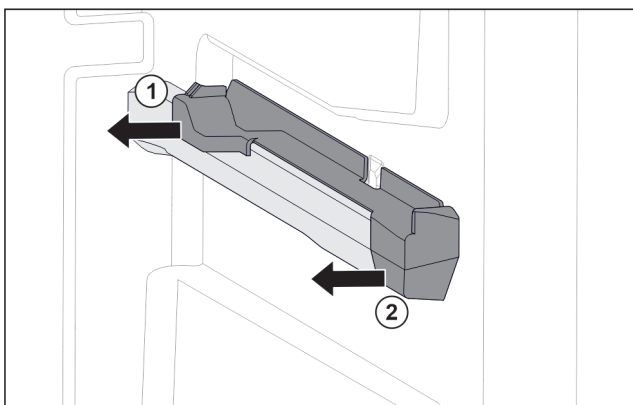

Fig. 30 Násuvný diel na pravom rebre nádoby
- Stiahnite násuvný diel vzadu do strany. Fig. 30 (1)
- Stiahnite násuvný diel vpredu do strany. Fig. 30 (2)